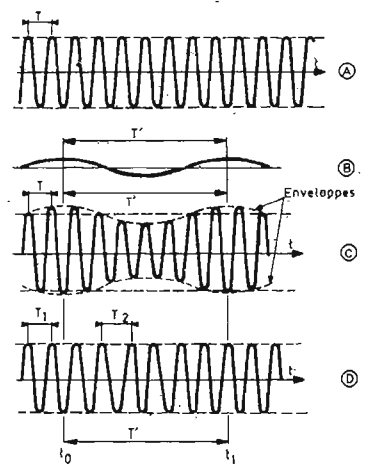

FIG. 2
Sans modulation, l'oscillateur O fournit à la sortie un signal HF sinusoïdal comme celui de la figure 2(A) : en ordonnées, l'amplitude, en abscisses, le temps t. La période de ce signal est T et, par conséquent, la fréquence f_h est égale à $1/T$. On a toujours $f_h T = 1$. Le signal BF ou VF peut avoir n'importe quelle forme autrement dit, l'amplitude peut varier en fonction du temps, de n'importe quelle manière selon la nature de l'information transmise.
On peut représenter un signal modulant sinusoïdal comme celui de (B) figure 2.
En (D) figure 2 on montre le signal (A) modulé en fréquence par le signal B. Dans le signal HF modulé en amplitude, signal (C) les écartements de la sinusoïde sont toujours égaux, car la période en HF est constante et égale à T, mais l'amplitude maximum (sommets) varie comme celle du signal BF.
Lorsque le signal (B) doit moduler le signal (A), en fréquence, l'amplitude du signal obtenu, représenté en (D), figure 2, est constante.
Sur l'antenne le signal a la forme C ou D (voir figure 2) selon que le signal HF capté est à modulation
Le détecteur « Det », comme il sera expliqué plus loin, a pour mission de démoduler le signal HF pour en extraire le signal modulant (B). Il en résulte qu'à la sortie du détecteur (ou détectrice) le signal a la forme B, c'est-à-dire une forme quelconque comme on l'a précisé plus haut dont un cas particulier est la forme sinusoïdale de la figure 2.
Le signal (A) (figure 2), HF non modulé, est à la fréquence $f_h = 200$ MHz. Le signal modulant (B) réel peut être considéré comme une somme d'un grand nombre de signaux sinusoïdaux de fréquences différentes : $f_{b1}, f_{b2}, \dots, f_{bn}$ de valeur
Le signal appliqué a la forme (C) figure 2 et le signal fourni à la forme (B) par exemple. Un montage de détecteur AM à diode est donné par le schéma de la figure 5A dans lequel la diode D est montée avec l'anode A vers l'entrée et la cathode K vers la sortie.